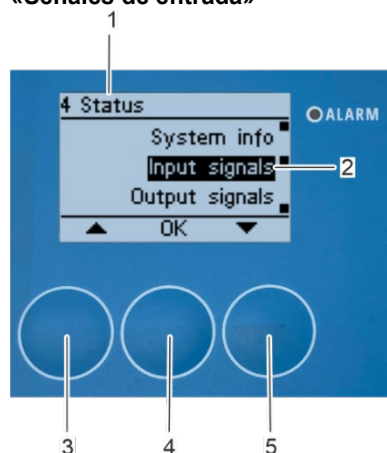

Figura 176: Abrir el submenú «Señales de entrada»
3. Pulse [Aceptar] (Figura 175/5) para regresar al submenú «4 Estado» (Figura 176/1).
⇒ Aparecerá en pantalla el submenú «4 Estado» (Figura 176/1).
1. Seleccione el submenú «*Señales de entrada*» (Figura 176/2) mediante los botones de flecha [arriba] (Figura 176/3) y [abajo] (Figura 176/5).
2. Confirme la selección pulsando [Aceptar] (Figura 176/4).